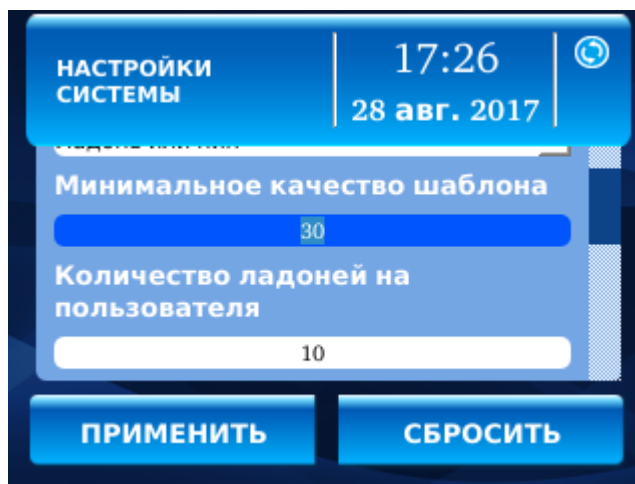

Рисунок 19. Вид меню «Настройки системы»
- **Минимальное качество шаблона** (рисунок 19) – численное значение, определяющее минимальный уровень качества при регистрации скана ладони. Не рекомендуется изменять данное значение.
- **Количество ладоней на пользователя** (рисунок 19) - задает количество шаблонов рисунка вен ладони для каждого пользователя. Можно задать от 0 до 10 шаблонов. На одну ладонь создается два шаблона. (при сканировании из BioSmart Studio v5 – один шаблон).